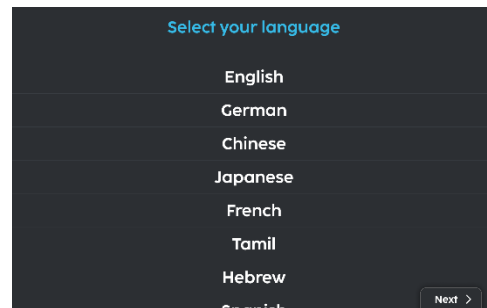

Fig. 2
2. Scroll naar beneden en kies uw taal (Fig. 2).